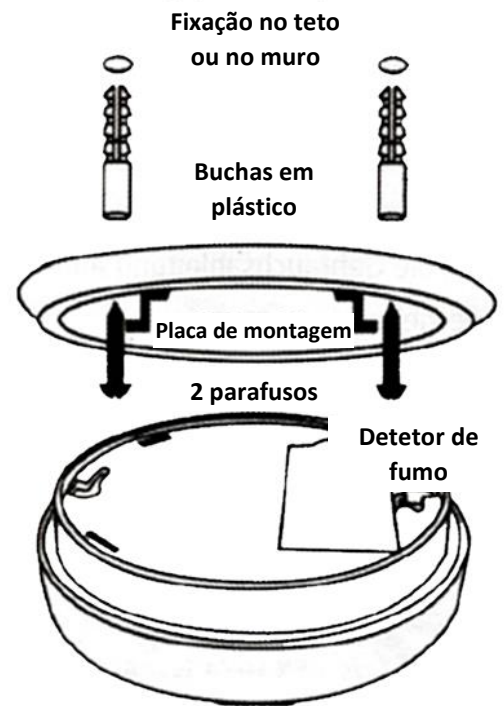

Figura 7
- Posicione a placa de montagem apropriadamente e fixe a placa com os dois parafusos nas âncoras (veja a Figura 7).